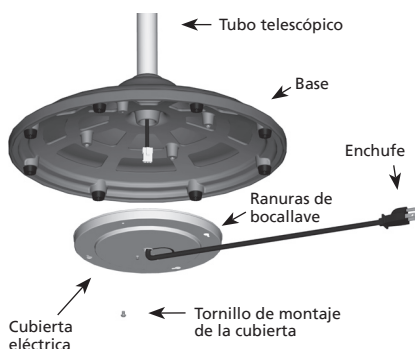

FIGURA 6
13. Retire uno de los cuatro tornillos de montaje de la cubierta de la parte inferior de la base y afloje los tres tornillos restantes. Vea la Figura 6.
15. Coloque la cubierta eléctrica contra la parte inferior de la base y alinee las ranuras de boquilla en la cubierta eléctrica con los tres tornillos de montaje aflojados en la cubierta de la base. Gire la cubierta eléctrica en sentido antihorario. Vea la Figura 6.